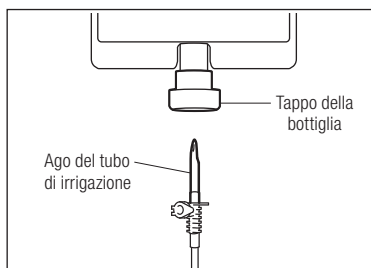

Fig.9
- 2) Inserire l'ago del tubo di irrigazione nel tappo della bottiglia. (Fig.9)